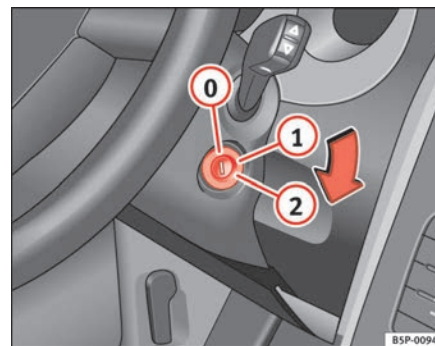

Fig. 135 Posiciones de la llave de contacto
En esta posición ⇒ fig. 135 el encendido y el motor están desconectados pudiéndose bloquear la dirección.
- Gire la llave de contacto hasta la posición ⇒ **página 170, fig. 135 ①**. El testigo  se encenderá en caso de precalentamiento del motor.
- En cuanto se apague el testigo, gire la llave de encendido a la posición **②** para poner en marcha el motor y no pise el acelerador.
- Gire la llave de contacto a la posición ⇒ página 170, fig. 135 .